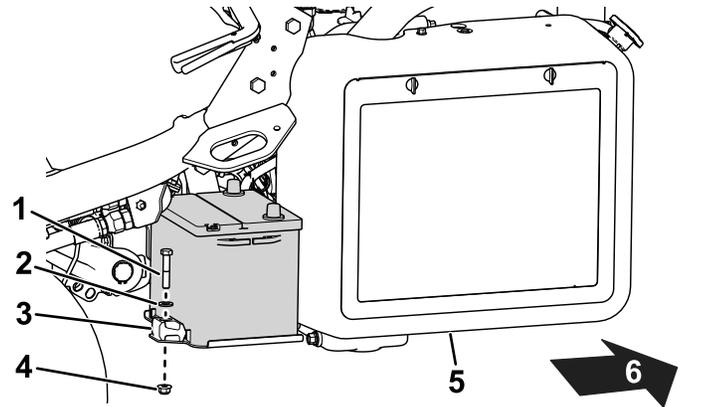

图 43
2. 拆下将电池固定到托盘图 43的紧固件然后提起电池。
5. 将电池放在电池托盘上用之前拆下的固定杆和紧固件固定 图 43。